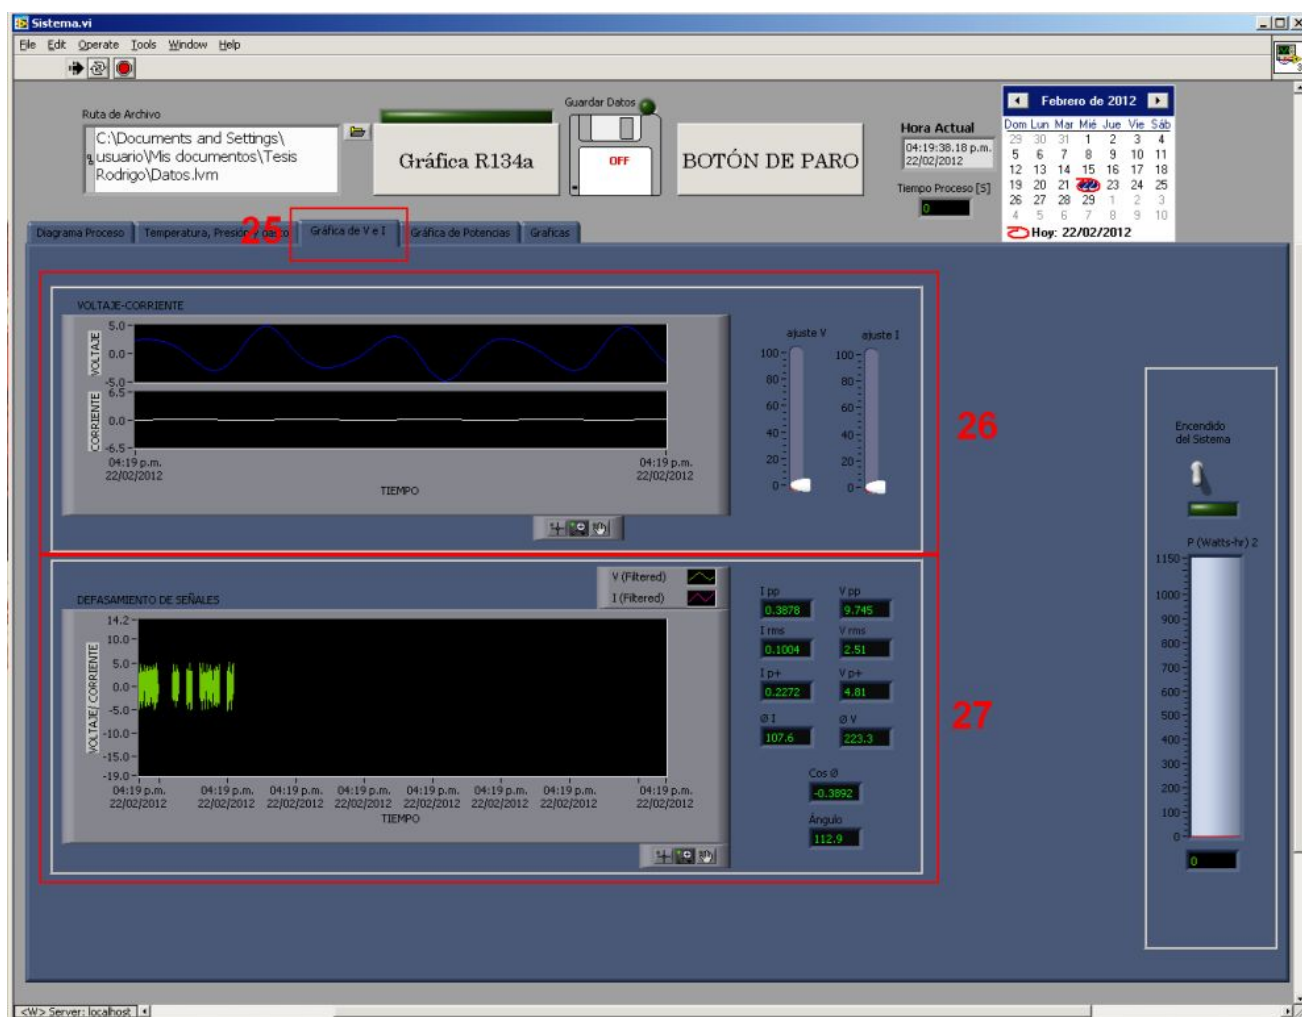

Figura 7. Pantalla de Gráficas de Voltaje y Corriente consumida
Para mayor referencia, del punto 25 al 27 ver figura 7.
Para mayor referencia, de los puntos (28) al (32) ver figura 7.